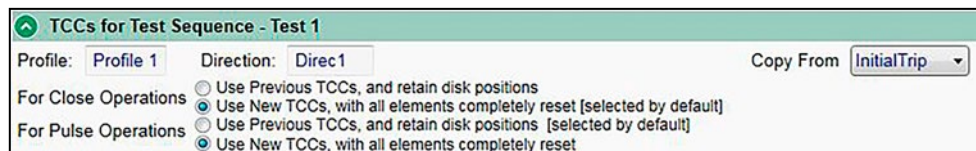

Figura 38. Los puntos de ajuste de selección de la TCC.
**Nota:** Cuando utilice la función de **TCC Shifting (Cambio de TCC)**, las opciones de los ajustes **For Close Operations (Para Operaciones de Cierre)** y **For Pulse Operations (Para Operaciones de Pulso)** de las secciones de pantalla *Setup>Protection>General Profile n>Direction n (Configuración>Protección>Perfil General n>Dirección n Actual de las TCC para Prueba Secuencia-Prueba n)* deben ajustarse al ajuste **Utilizar Nuevas TCC, con todos los elementos completamente restablecidos**. Ver Figura 38.
Cuando está marcada, la función **TCC Shifting (Cambio de la TCC)** realiza un disparo instantáneo siempre que la corriente de falla alcanza el ajuste **Minimum Trip Level (Nivel de Disparo Mínimo)** de algún elemento configurado para las TCC de Secuencia de Prueba activas antes de que expire el ajuste **Test TCC Hold Time (Tiempo de Retención de la TCC de Prueba)**. Todos los ajustes **For Close Operations (Para las Operaciones de Cierre)** y **For Pulse Operations (Para las Operaciones de Pulso)** (Ver Figura 38 en la página 62) son válidos para la función **Trip on Test Sequence TCC Minimum Pickup (Disparo en Activación Mínima de la TCC de Secuencia de Prueba)**. El Low Current Cutoff (Corte de Corriente Baja) de la TCC resultante es el ajuste **Instantaneous Trip Level (Nivel de Disparo Instantáneo)** para el ajuste **Test TCC Hold Time**. Cuando la Low Current Cutoff de la TCC resultante es configurado a "N/A" el Minimum Trip Level de la TCC resultante se vuelve el Instantaneous Trip Level (Nivel de Disparo Instantáneo).